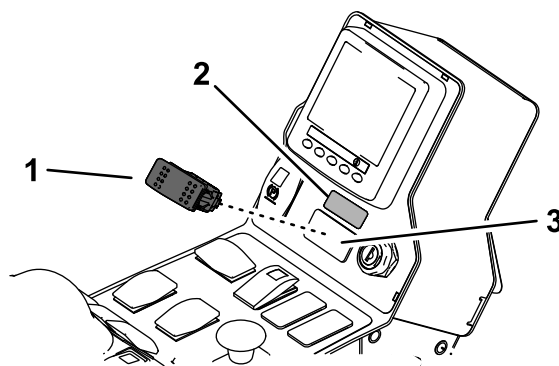

図 4
3. コントロールパネルについているプラグを打ち抜いて、スイッチを取り付ける 図 4。
4. スイッチの上に補助ブレーキのデカルを貼り付ける 図 4。